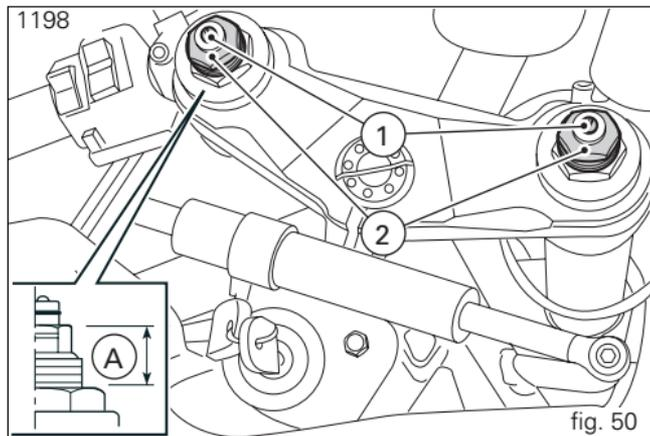
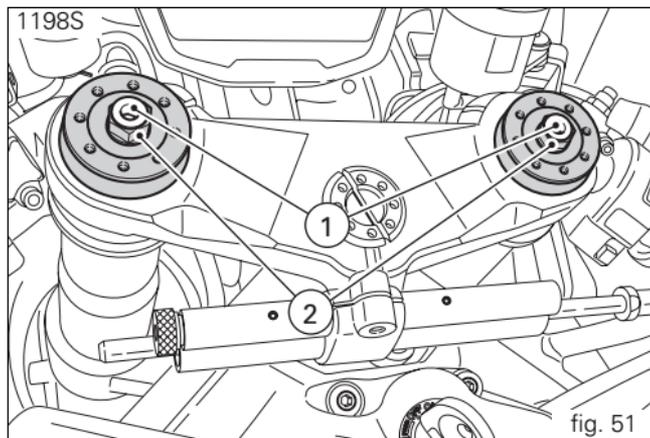

fig. 50
fig. 51
- 1) modifier le frein hydraulique en détente (fig. 50 et fig. 51) ;
- 2) modifier la précontrainte des ressorts intérieurs (fig. 50 et fig. 51) ;
Précontrainte du ressort (1198) (A, fig. 50) : 18 mm ;
(2, fig. 50 et fig. 51) à l'aide d'une clé hexagonale de 22 mm.